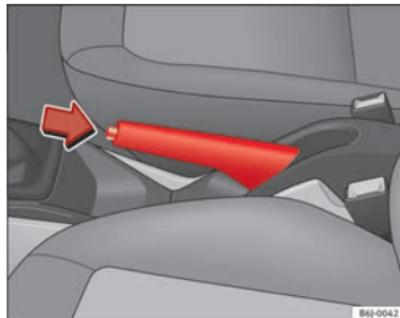

Fig. 110 Frein à main entre les sièges avant
⇒ fig. 110.
- Soulevez légèrement le levier du frein à main, appuyez sur le bouton de déblocage dans le sens de la flèche ⇒ fig. 110 et abaissez le levier au maximum ⇒ △.